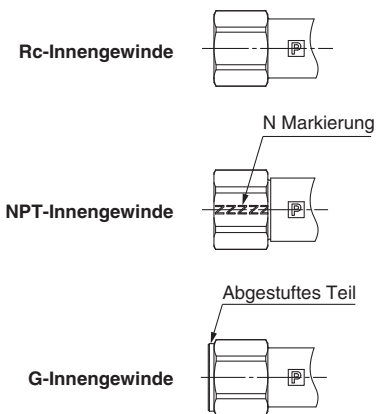

Abb. 11
1. Das Aussehen der Gewindeanschlüsse ist je nach Gewindeart unterschiedlich (Abb. 11)